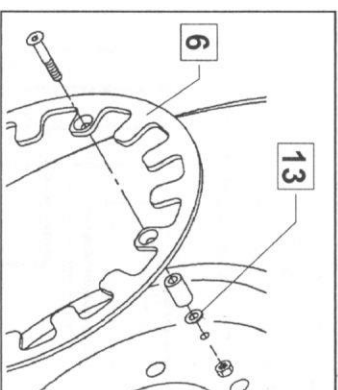

Fig. 7
- La barra (12) puede ser usada para el montaje del sensor en la rueda anterior del tractor.
- Montar el sensor en el portamordaza y corregir toda inclinación del anillo con espesores (13). (Fig. 7)